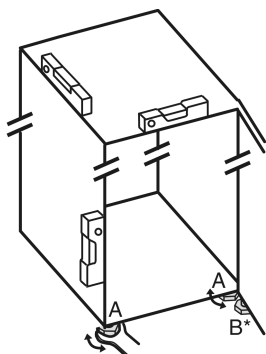

Fig. 26
- ▶ Выкрутите регулируемые опоры Fig. 26 (A) при помощи входящего в комплект поставки рожкового ключа и, используя уровень, выставьте устройство прочно и ровно по горизонтали.
- ▶ Выверните регулируемую опору Fig. 26 (B) на нижнем опорном кронштейне при помощи входящего в комплект поставки рожкового ключа до ее соприкосновения с полом.
- ▶ Поверните регулируемую опору Fig. 26 (B) еще на 90°.